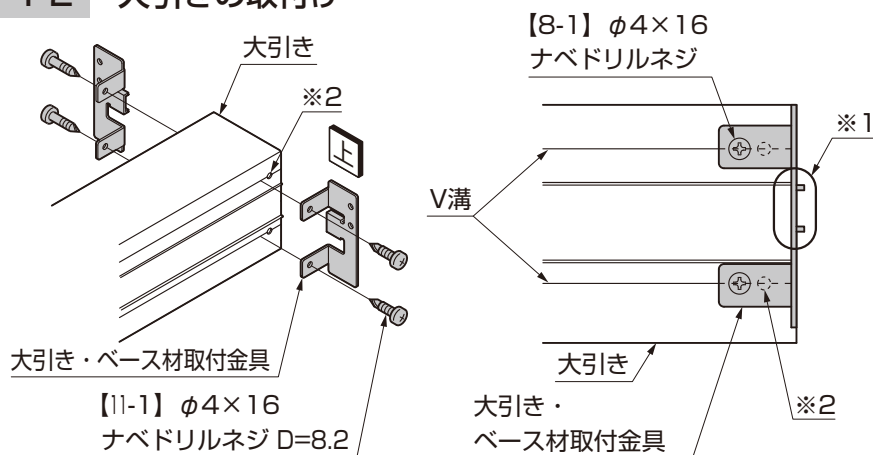

図1-5
- 大引き・ベース材取付金具は穴と大引きのV溝を合わせ、金具中央部のフィンの分(※1)だけが引き端面から出っ張るように取付けてください。(図1-5参照)